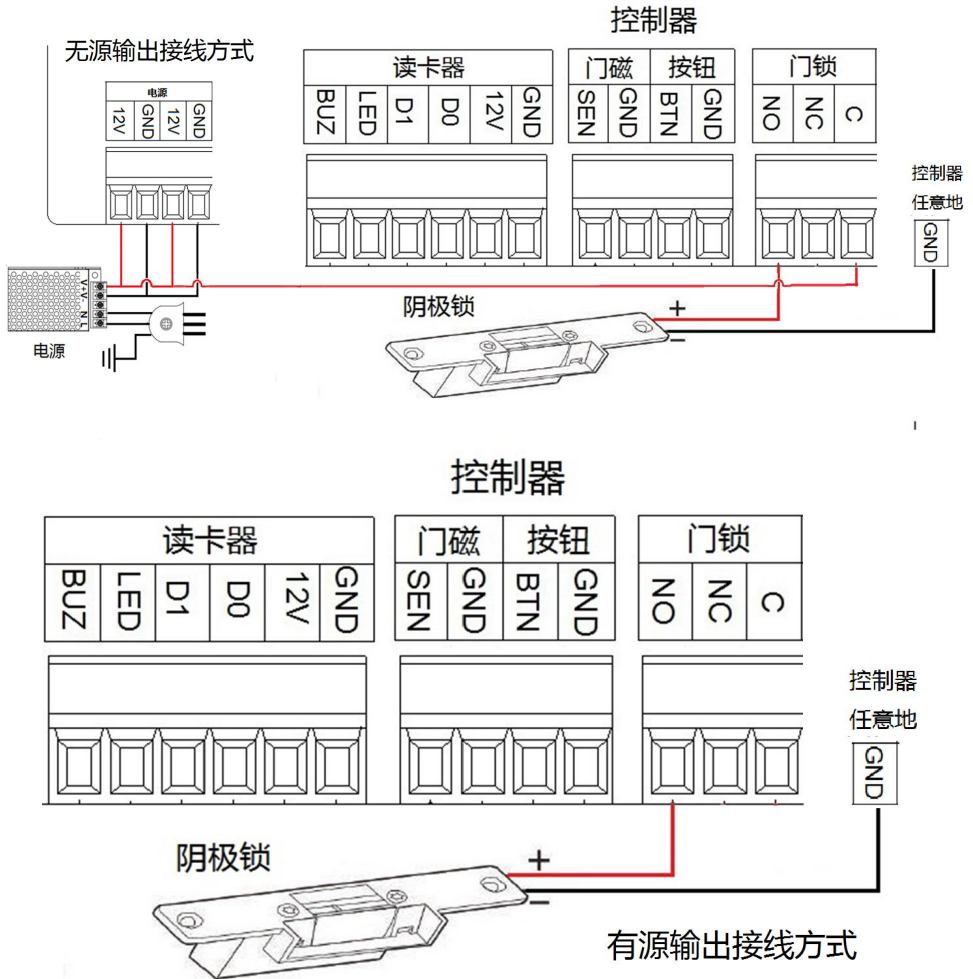

图 9：阴极锁接线示意图
3. 断电上锁的，如阴极锁，锁的负极接控制器的GND，C端接电源的正极，NO端接锁的正极，如图9所示：